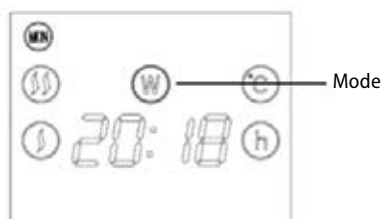

Fig. 5
Appuyer sur le bouton (SET) pour basculer en mode du temporisateur hebdomadaire, l'écran affiche (W), voir la Fig. 5.